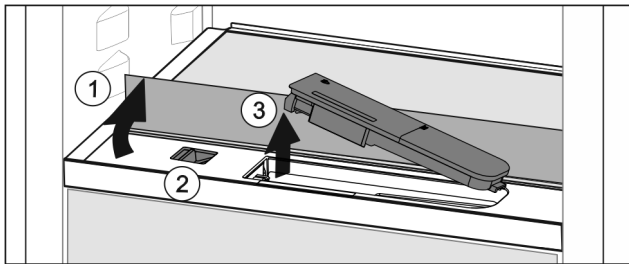

Fig. 114
- ▶ Glasplaat heffen en tot de aanslag naar achter klappen Fig. 114 (1).
- ▶ Schuif Fig. 114 (2) naar links schuiven.
- ▶ Waterreservoir eruit halen Fig. 114 (3).